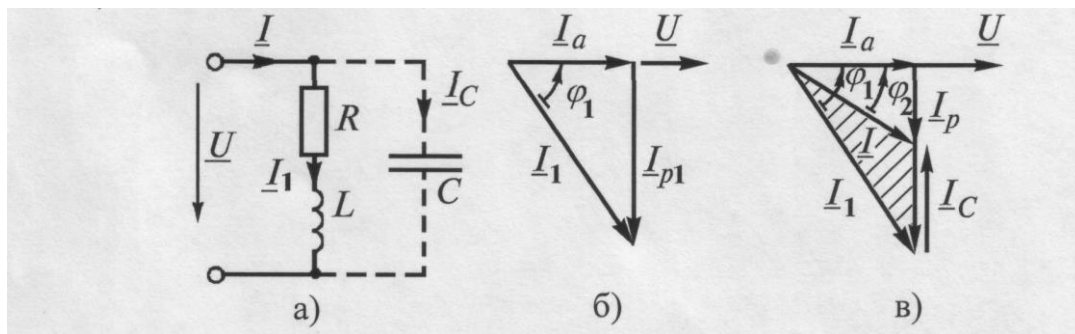

Рис.2. - Принцип повышения $\cos\varphi$: а)-схема замещения; б- существующее значение $\cos\varphi$; в) – требуемое значение $\cos\varphi$.
5. Объяснить схему и векторные диаграммы, приведенные на **рис.2**.